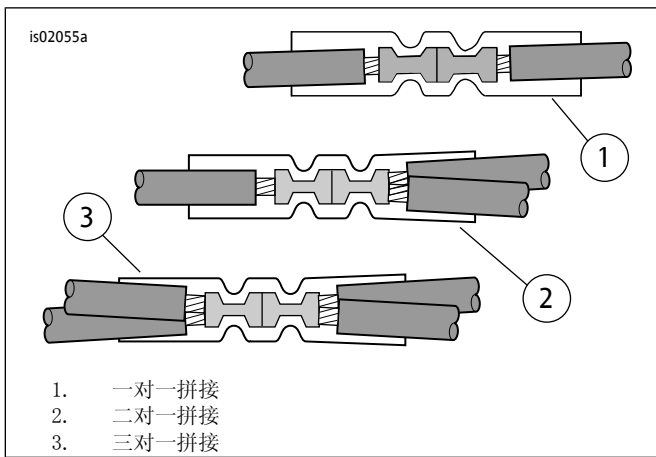

图7。拼接配置
4. 参见图22。从套件中取出密封拼接连接器(3)。参见图7:二对一拼接配置。遵循维修手册附录中的说明,将加热水柄线束的电源引线拼接到主线束橙色/白色导线。
6. 参见图22。从套件中取出密封拼接连接器（3）。参见图7：二对一拼接配置。遵循维修手册附录中的说明，将加热水柄线束的电源引线拼接到适配线。
3. 参见图22。从套件中取出密封拼接连接器（3）。参见图7：二对一拼接配置。遵循维修手册附录中的说明，将加热水柄线束的电源引线拼接到剪断的橙色/白色导线。
6. 参见图22。从套件中取出密封拼接连接器（3）。参见图7：一对一拼接配置。遵循维修手册附录中的说明，将加热水柄线束的电源引线拼接到适配线。
3. 参见图22。从套件中取出密封拼接连接器(3)。参见图7：二对一拼接配置。遵循维修手册附录中的说明，将加热手柄线束的电源引线拼接到主线束橙色/白色导线。
- 参见图22。从套件中取出密封拼接连接器( 3 )。参见图7：二对一拼接配置。遵循维修手册附录中的说明，将加热手柄线束的电源引线拼接到主线束橙色/白色导线。